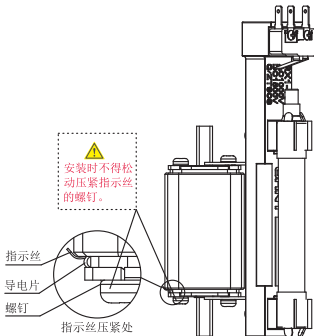

图3 RX1-1500安装示意图
7.2.1 信号熔断器与被检测的熔断器并联安装，将底座安装脚调节至与被检测的熔断体两端端板一致高度，松动熔断体螺钉，将安装脚嵌入两端端板外侧，然后将所有螺钉紧固（见图3）。